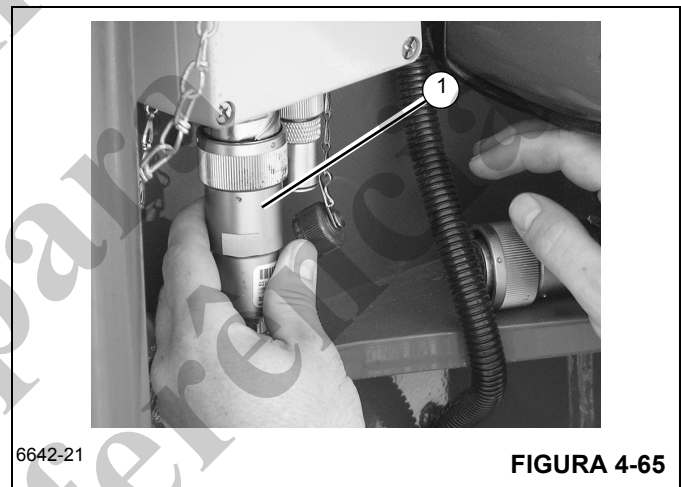

FIGURA 4-65
- c. Instale o conector da extremidade do cabo (1) (Figura 4-65) a partir da extensão da lança onde o plugue falso foi removido.